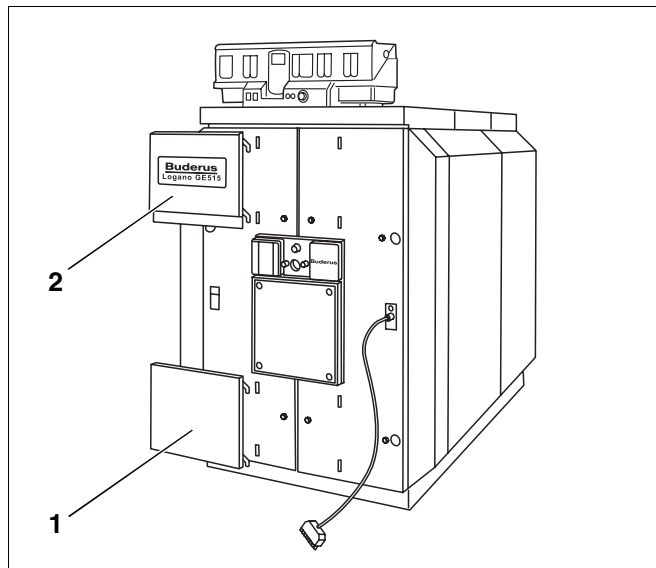

Fig. 57 Påsætning af kapper på brænderdør
- Hægt brænderdørens afskærmninger fast i brænderdørens beklædning (Fig. 57, **pos. 1 og 2**).